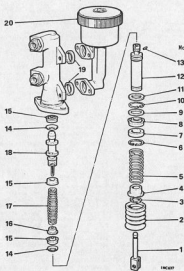

Abb. Mb.6
Bezug auf Abb. Mb.6 nehmen.
- (20) Zerlegungsgang in umgekehrter Reihenfolge vornehmen, unter Beachtung folgender Punkte:
- (21) Beim Zusammenbau einen kompletten neuen Dichtungssatz verwenden.
- (22) Alle internen Teile in empfohlener Brenzlösung tauchen wie unter (26) beschrieben und in sauberen Zustand zusammenbauen.
- (23) Kolbenscheibe (5) mit konvexer Fläche voran, über den Kopf des Sekundärkolbens setzen. Dann Sekundärschale vorsichtig über den Kolben führen und mit seiner flachen Fläche gegen die Unterlegscheibe bringen, siehe Abb. Mb.6.
- (24) Im Übrigen geschieht der Zusammenbau in umgekehrter Reihenfolge der Zerlegearbeiten (5) bis (17). Neue Kupferscheiben an Anschlüssen verwenden.